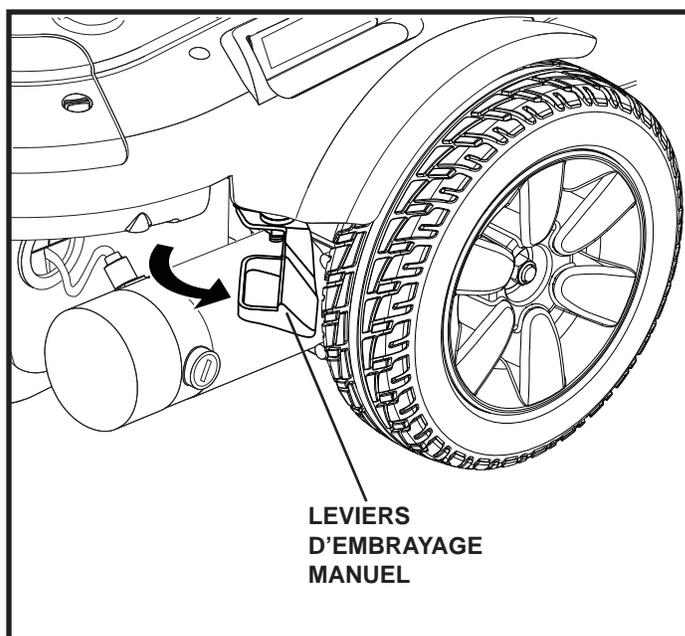

Figure 5. Mode « roues libres » (débrayé)
3. Tirez les deux leviers vers l'extérieur pour débrayer les moteurs (neutre). **Voir la figure 5.**